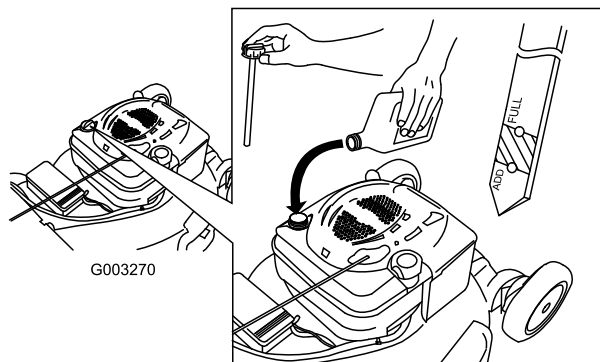

Figura 36
12. Rimuovete l'asta di livello e controllate il livello dell'olio; fate riferimento a Figura 36.